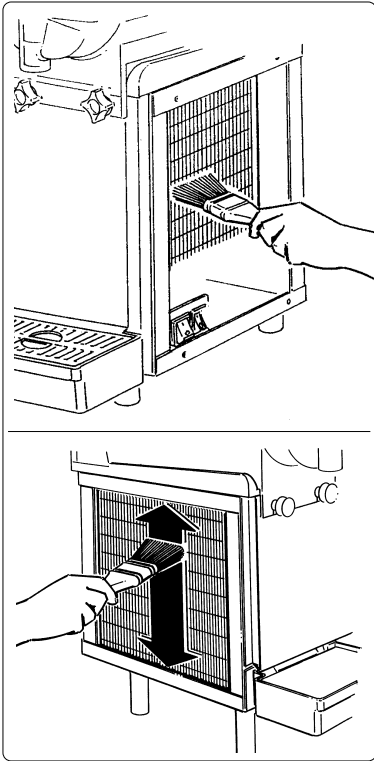

Fig. 20
- con un pennello rimuovere la polvere infiltratasi tra le lamelle del condensatore (vedi fig. 20).